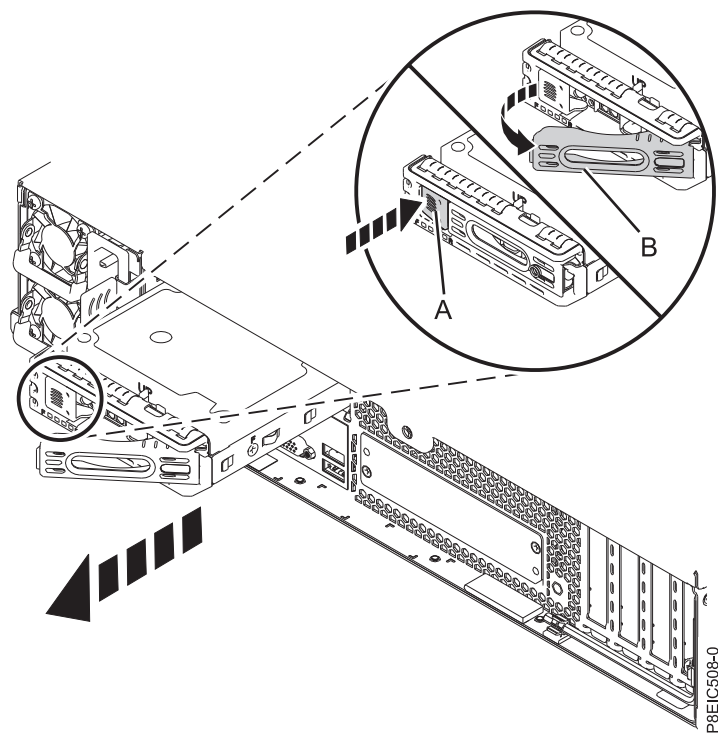

図 13. 背面ドライブの取り外し
3. ハンドル・リリース **(A)** を押し込んで、背面ドライブ・トレイのハンドルをアンロックします。これにより、ハンドルが音を立てて手前に開きます。ハンドルを完全に引き出します。ハンドルが完全に開いていないと、ドライブ・トレイをシステムから取り出すことができません (16 ページの図 13 を参照)。